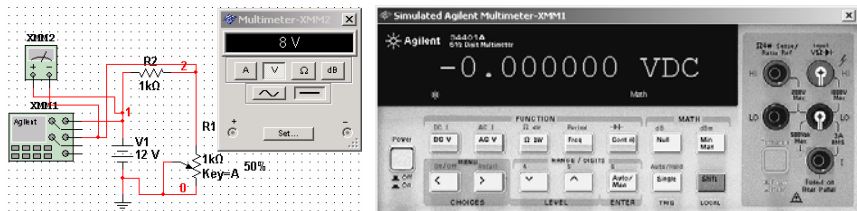

图 5-137 万用表的相对测量
如图 5-137 所示，要测量电阻 1kΩ 的相对电压，其操作如下：先打开电源，按上述步骤设置初始值为 8V，然后改变测试类型（如 DCV、ACV 等）；单击“Null” Null 按钮，测量开始，仿真开关必须打开。由图 5-137 所示，相对电压为“0V”，由于设置的初始值为 8V，而实际电压也是 8V，所以其相对电压为 0V。再单击键盘上的 (A) 键，注意表中数值相对 8V 的变化，电位器变化到小于 50% 时，最左边有一个负号出现；电位器变化到大于 50% 时，最左边的负号消失。